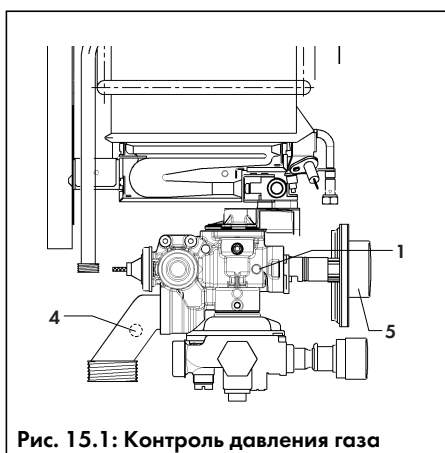

Рис. 15.1: Контроль давления газа
- Выкрутите винт из штуцера (1) (см. рис. 15.1 на стр. 17) для измерения давления на соплах;
- Плотно закрутите винт штуцера (1) (см. рис. 15.1 на стр. 17).